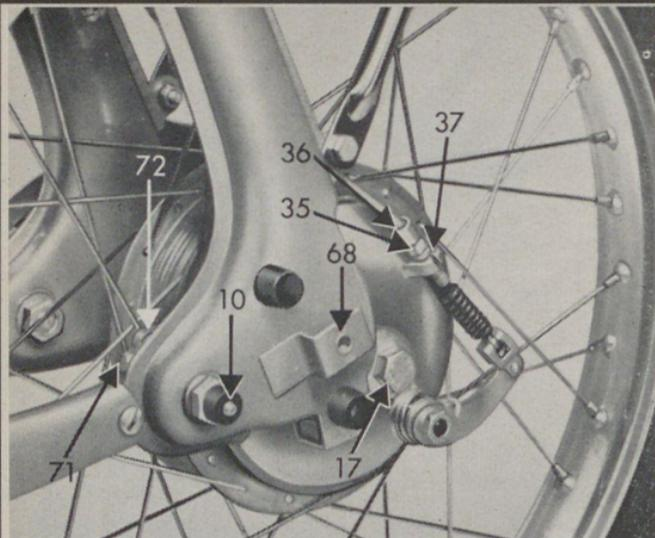

Bild 8
Eine zweite Einstellschraube 36 (Bild 8) ist am unteren Ende des Bremszuges vorhanden. Sie wird auf ähnliche Weise nachgestellt. Nach dem Einstellen ist zu prüfen, ob das Vorderrad frei spielen kann, andernfalls muß die Einstellung korrigiert werden.
7. Der Aus- und Einbau des Vorderrades (Bild 8)
- c) Beidseitiges Herausdrehen der Befestigungsschrauben 68 (Bild 8) und Abnehmen der Zierkappen
Beim Einbau des Vorderrades ist darauf zu achten, daß der an der rechten Innenseite der Vorderradgabel befestigte Abstützbolzen 71 in die Aussparung des Bremsschildarmes 72 greift (Bild 8).
Zur Schmierung dienen die beidseitig angebrachten Schmiernippel 10 (Bild 8), die bei den drei Inspektionen und alle weiteren 1000 km mit Hochdruck-Fett abzuschmieren sind.